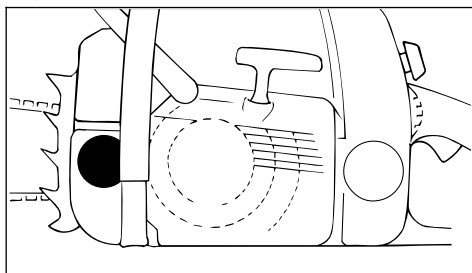

Рис. 41
- Очистите тщательно запорное устройство бака и окружение, с тем чтобы в бак не попала какая-либо грязь (рис. 41).